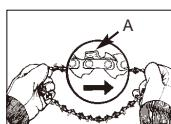

Рисунок 4A
- Растяните цепь в виде петли таким образом, чтобы кромки режущих зубьев (A) были направлены ПО ЧАСОВОЙ СТРЕЛКЕ вдоль петли (рис. 4A).
- Проведите цепь вокруг звездочки (B) за муфту сцепления (C). Убедитесь, что